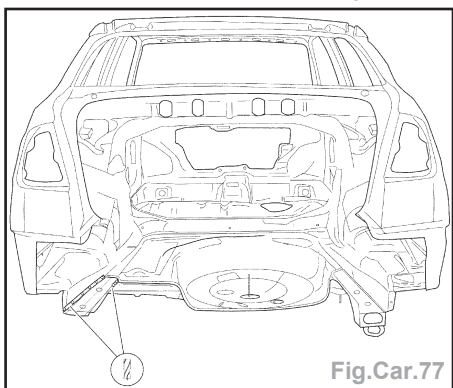

Fig.Car.77
- Éliminer les points de soudure, en utilisant le mandrin à fraise pour les points de soudure et une perceuse (Fig.Car.77).